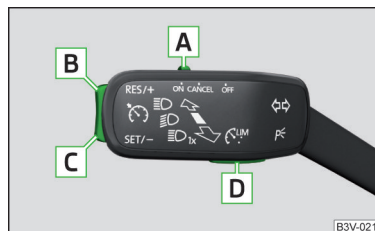

Abb. 269
### Übersicht der Bedienungselemente der GRA » Abb. 269
- Durch das Drücken der Taste **D** » Abb. 269 während der Regelung wird diese abgebrochen und es wird der Geschwindigkeitsbegrenzer aktiviert.